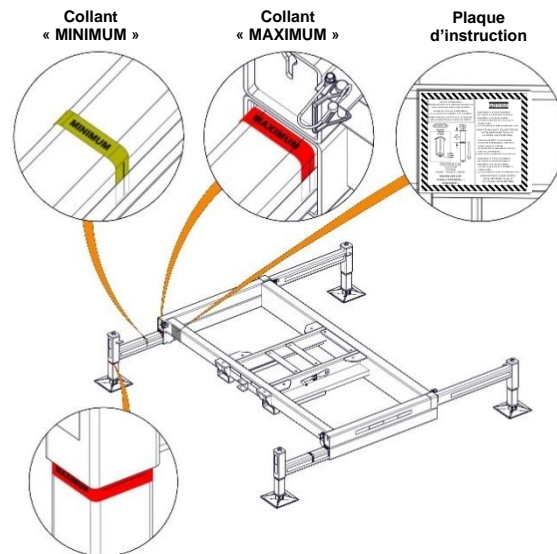

Figure 136-Autocollants base autoportante universelle
* Les largeurs spécifiées doivent tenir compte des limites imposées par les autocollants MINIMUM et MAXIMUM cités dans les notes plus bas. Note : Le dévers admissible du châssis est de 0,5° MAXIMUM . Note : Les collants « MINIMUM » (voir Figure 136) indiquent l'ouverture maximale des longerons. Note : Les collants « MAXIMUM » (voir Figure 136) indiquent l'ouverture maximale des longerons.